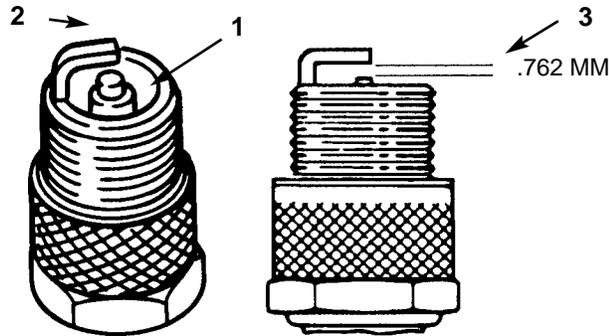

Bild 25
1. Die Mitte der Zündkerze anschauen (Bild 25). Wenn das Isolierteil hellbraun oder -grau ist, läuft der Motor richtig. Ein schwarzer Überzug bedeutet häufig einen verschmutzten Luftfilter.
2. Den Abstand zwischen der zentralen und seitlichen Elektrode feststellen (Bild 25). Bei falschem Abstand die seitliche Elektrode entsprechend verbiegen (Bild 25).
4. Die Kraftstoffleitung vom Filter abziehen (Bild 25) und das Benzin in einen Benzinkanister oder eine Auffangwanne ablaufen lassen.